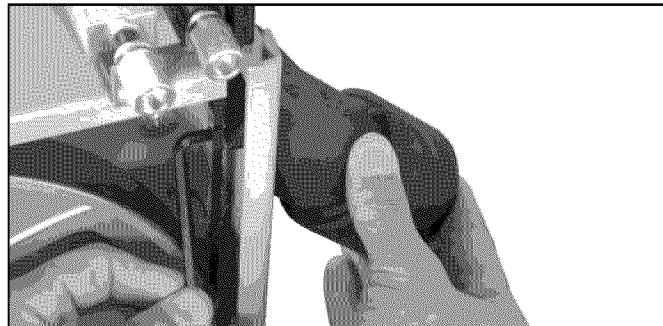

Figura 2 – Instale el Orificio de Salida del Polvo de 2½"
Consulte la Figura 2.
- Obtenga dos tornillos de casquete de cabeza hueca hexagonal y dos arandelas de la bolsa de partes sueltas. Monte el orificio de salida del polvo en el bastidor de la sierra de banda e instale un tornillo de casquete de cabeza hueca hexagonal con arandela en cada agujero, luego apriételos con una llave "L" hexagonal M5 (véase la Figura 2).